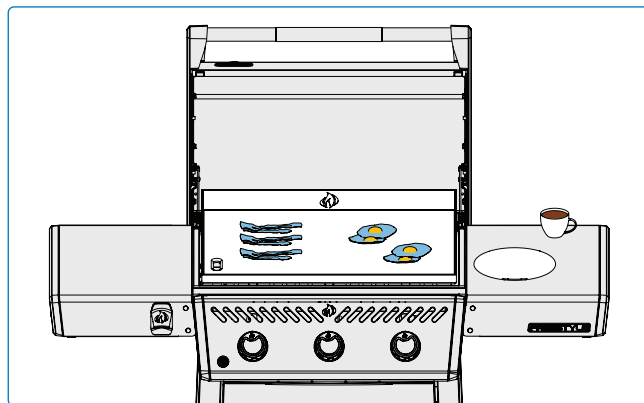

Fig. 8
- Ajuste diferentes quemadores a diferentes niveles de calor para crear zonas de temperatura específicas. Controle la temperatura de la superficie de la plancha con un termómetro de infrarrojos para asegurarse de que cada zona está al nivel de calor deseado. Utilice el calor directo (colocado directamente sobre los quemadores encendidos) para los alimentos que se benefician de una cocción rápida, mientras que el calor indirecto (colocado a un lado) se puede utilizar para una cocción más lenta o para mantener los alimentos calientes. **(Fig. 8)**.